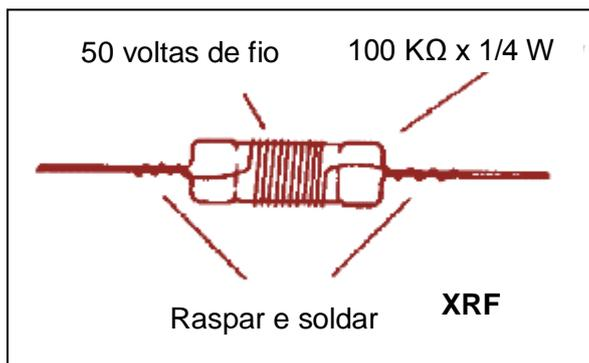

Figura 05
Recomendo que o layout da placa de circuito impresso seja seguido à risca, dada à presença de pontos críticos das etapas de RF. Como se trata de circuito de alta frequência, é muito importante manter curtas todas as ligações, inclusive os terminais de componentes como a bobina, capacitores e resistores. Para o circuito integrado sugiro a utilização de soquete. Os resistores são de 1/8 W e os capacitores são do tipo cerâmico, os capacitores eletrolíticos devem ter tensão de trabalho de 16 ou 25 V. O fio usado para a confecção da bobina (L1) é o esmaltado comum ( AWG nº 18 a 22 ), com as extremidades no ponto de soldagem devidamente raspadas. Existe também a possibilidade de se usar fios de espessuras diferentes, mantendo a relação aproximada de espiras e dimensões da bobina, quando então o montador fará experiências na captação de diversas faixas. O alto-falante usado é pequeno, de 5 a 10 cm ( 2W x 8Ω ). A antena usada é do tipo telescópica (60 cm), use um fio rígido (o mais curto possível) para a ligação da placa de circuito impresso e a antena. Pode ser usado fio comum para a ligação do alto-falante. A alimentação do circuito é feita com 4 pilhas pequenas (AA) ou uma fonte de alimentação com saída para 6 V x 300 mA, que é suficiente para proporcionar um excelente volume ao receptor. XRF é um micro choque comercial de RF (47 μH a 100 μH). Na falta deste componente no mercado, ele pode ser "fabricado em casa". Consiste em 50 voltas de fio esmaltado fino (AWG nº 30 a 32) enrolado em um resistor de 100KΩ x 1/4 W, com as extremidades no ponto de soldagem devidamente raspadas, conforme a figura 05.